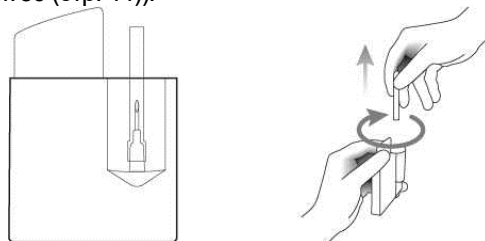

Рисунок 50: Подготовка иглы
7. Снимите защитный колпачок иглы, повернув его по часовой стрелке до предела и одновременно потянув колпачок вверх (рисунок 50 (стр. 44)).